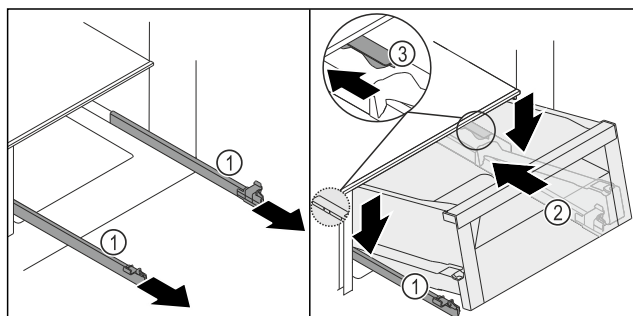
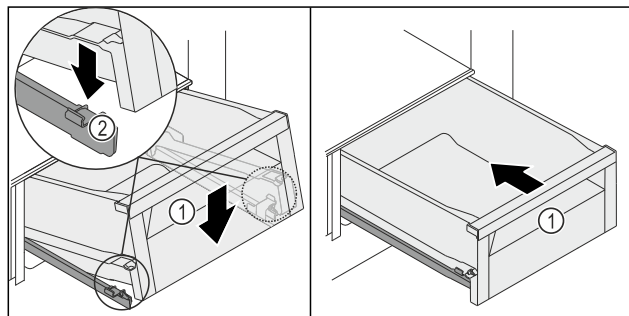

Fig. 95
Fig. 96
- Mantenere fisse le guide Fig. 95 (1) e posizionare il cassetto Fig. 95 (2) dietro il dispositivo di arresto Fig. 95 (3) sulle guide Fig. 95 (1) inserendolo dall'alto.
- Inserire il cassetto Fig. 95 (2) sulle guide Fig. 95 (1) spingendolo all'indietro fino a battuta.
- Abbassare il cassetto Fig. 95 (2) in avanti, in modo che lo stesso si inserisca tramite scorrimento a sinistra e a destra nel morsetto Fig. 96 (2).
- Il cassetto Fig. 96 (1) si innesta in modo percepibile.
- Inserire il cassetto Fig. 96 (1).